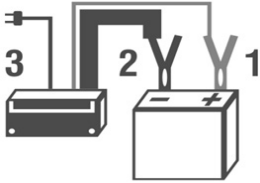

Fig. 4 – Secuencia para conectar el cargador en la batería
2. Conecte la garra roja del cargador en el polo positivo de la batería (posición 1 de la Fig. 4);
3. Conecte la garra negra del cargador en el polo negativo de la batería (posición 2 de la Fig. 4);
4. Conecte el enchufe en la toma (posición 3 de la Fig. 4);